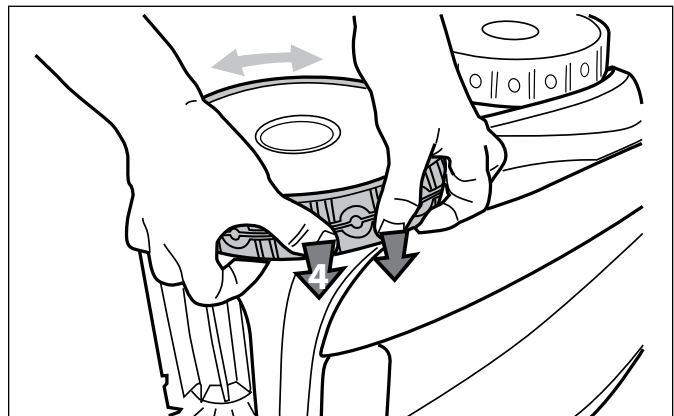

Figura 40. Empuje el neumático en su sitio en la rueda
6. Empuje y coloque en la posición correcta el borde del lado interno del neumático en la ranura de la rueda (Figura 40). Si es necesario, gire suavemente la rueda para facilitar la instalación.